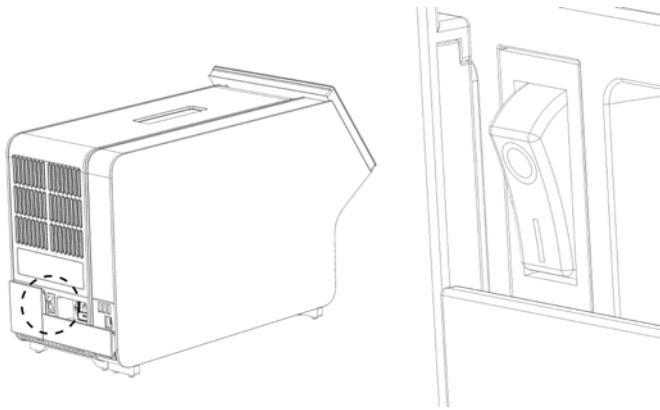

Figura 21. Amplasarea comutatorului de alimentare și setarea acestuia în poziția „I”.
10. PORNIȚI instrumentul, apăsând comutatorul de alimentare din partea din spate a modului analitic în poziția „I” (Figura 21, pagina următoare). Confirmați că indicatoarele de stare aferente modului analitic și operațional sunt albastre.